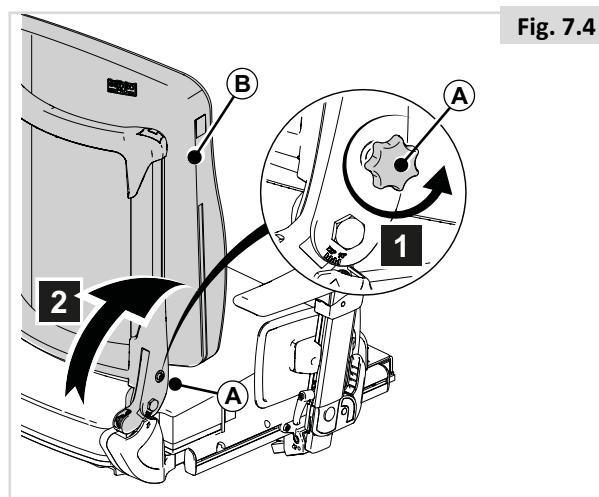

Fig. 7.4
7.3 Respaldo abatible con sistema de liberación rápida (Fig. 7.4)